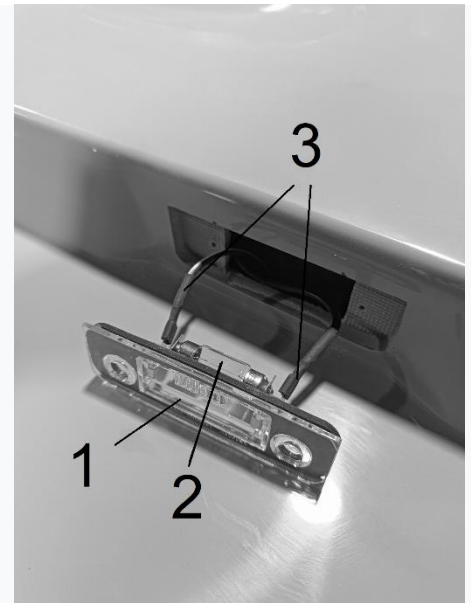

Рис. 6.14 – Кріплення підсвітки
- вийняти корпус підсвітки(1) (див. рис. 6.14);
- від’єднати два дроти(3) від тримачів корпусу підсвітки(1) (рис. 6.14);
- вийняти лампу (рис. 6.14);
- встановити нову лампу(2) та зібрати все у зворотному порядку.